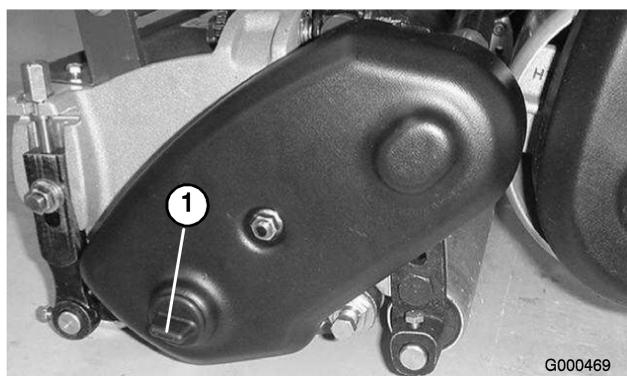

図 56
1. リール・アセンブリの左側にあるプラグ (図 56) を外す。